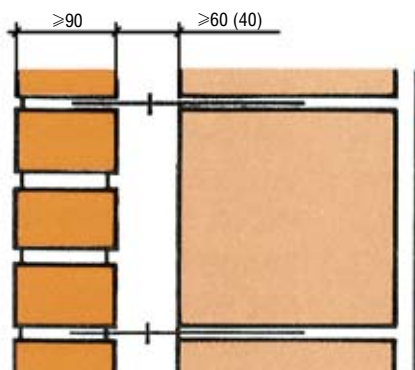

Рис. 1
- двухслойную облицовочную кладку с воздушной прослойкой (рис. 1);